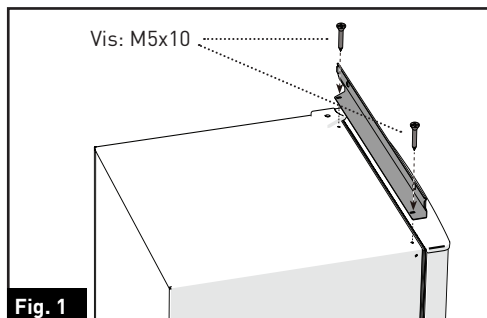
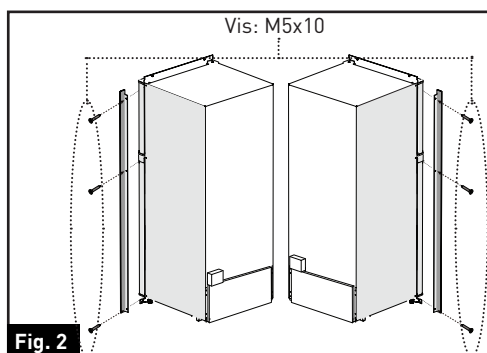

Fig. 1
Fig. 2
1. Réglez les pieds de nivellement pour vous assurer que le réfrigérateur est de niveau. Installez la trousse de garniture supérieure avec vis (x2) et les trousse de garnitures latérales avec vis (x3 à gauche/à droite) sur le réfrigérateur. (Fig. 1 et Fig. 2)